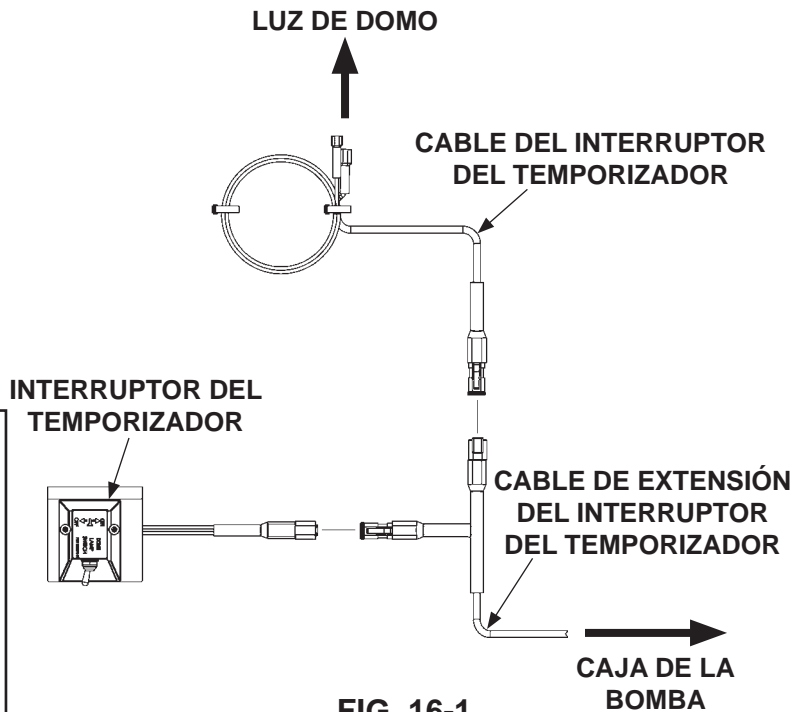

FIG. 16-1
12. Conecte el cable del interruptor del temporizador (art. incluido en kit) y el interruptor del temporizador al cable de extensión del interruptor del temporizador (**FIG. 16-1**).
13. Conecte el cable del interruptor del temporizador a la luz de domo (**FIGS. 16-1 y 16-2**).